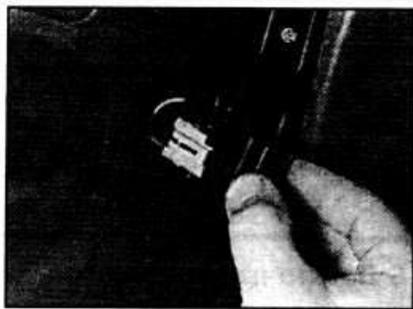

Рис. 12.9. Снятие переключателя с панели приборов.
- Отсоедините электрический разъем от выключателя (см. рис. 12.9).